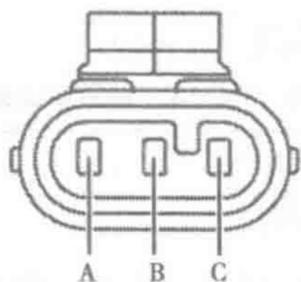

图 1-1-17 进气歧管压力传感器连接器端子图
9. 进气歧管压力传感器连接器端子图 (图 1-1-17) 及端子功能表 (表 1-1-9)